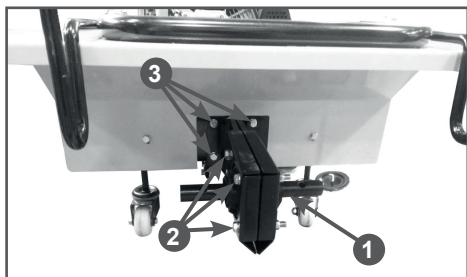

Рис. 26 Снятие кожуха редуктора
2. Ослабьте затяжку болтов крепления держателя щетки 2 и снимите шплинт и палец. Затем снимите держатели щеток с вала редуктора 1 (Рис. 26).
3. Открутите болты крепления половинок кожуха друг к другу и к корпусу щетки и снимите обе половинки кожуха редуктора (Рис. 26).